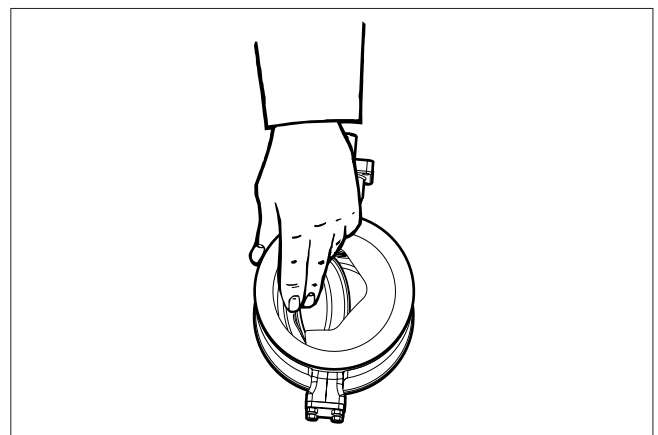

Abb. 28 Sitz in das Gehäuse gleiten lassen
- Platzieren Sie die Dichtungspackung in das Gehäuse wie in Abb. 28 und 29 dargestellt.